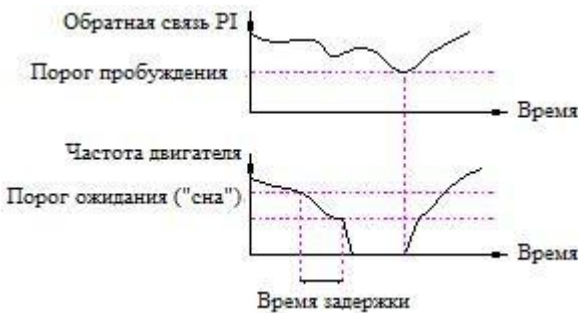

Рисунок 5.7.3 Ожидание и пробуждение
- ◆ Обратная связь по давлению должна быть уменьшена до порога «пробуждения», чтобы переключиться в состояние «пробуждения». Затем будет запущен насос переменной мощности (как показано на Рис. 5.7.3). Диапазон настройки порога пробуждения соответствует проценту обратной связи аналогового ПИД.